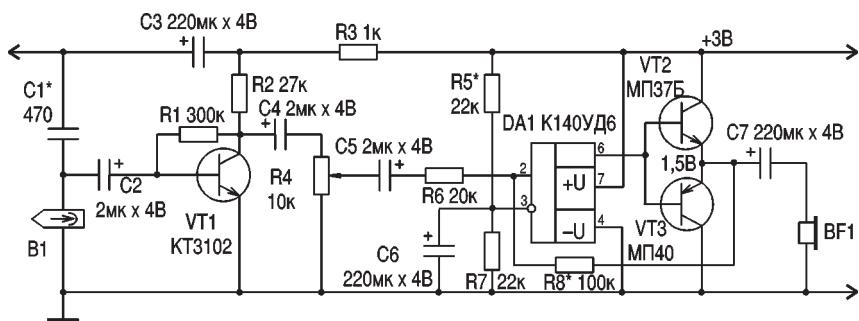

рис. 1
Схема одного канала УВ КМП показана на **рис. 1**. Сигнал с головки воспроизведения В1 поступает на предварительный УВ, выполненный на малошумящем транзисторе VT1, работающем в режиме микротоков, усиливается и подается на R4, откуда попадает на вход составного операционного усилителя (ОУ) DA1, VT2, VT3. ОУ DA1 усиливает сигнал по напряжению до амплитуды около 1 В, а эмиттерные повторители на VT2 и VT3 усиливают сигнал по мощности и согласовывают выход составного ОУ с нагрузкой – стереотелефонами BF1.
**По рис.1.** В качестве VT1 можно применить транзистор